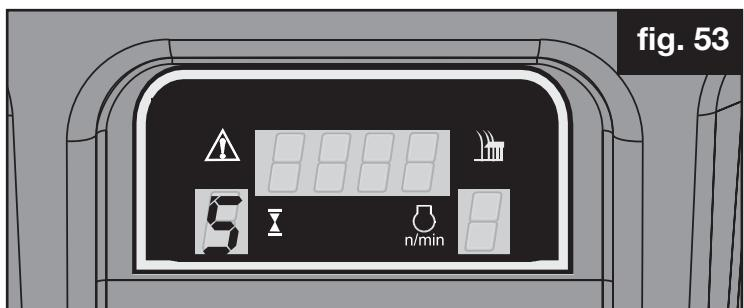

fig. 53
**Serviceintervaller:** (fig. 53)